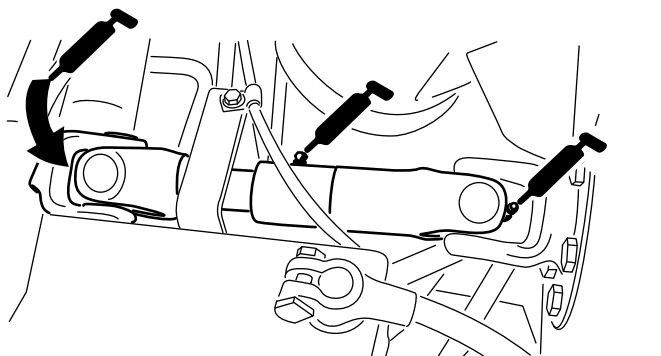

Figura 38
- Giunto ad U del semiasse fra motore e pompa (3) (Figura 38)